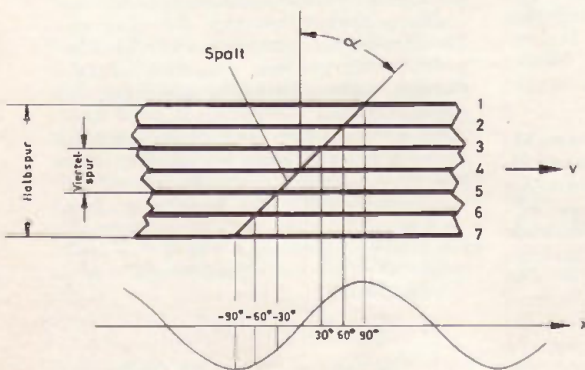
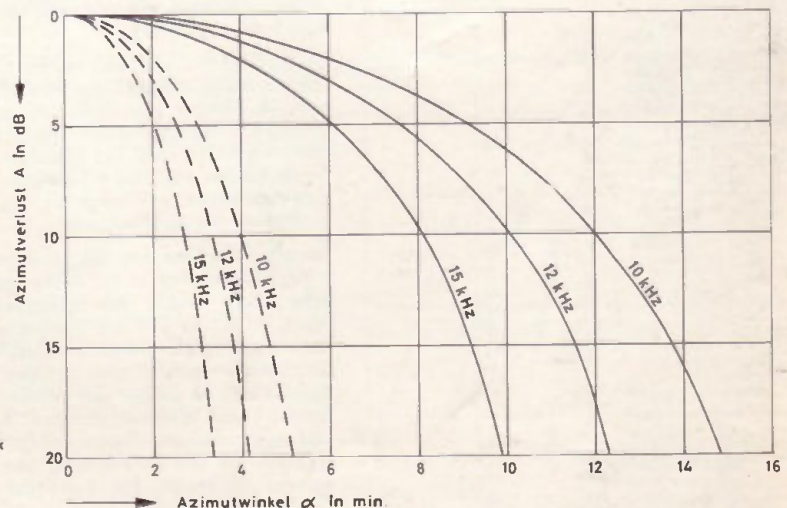

Bild 6 Orientierungsschema für schiefstehenden Spalt (Erläuterungen im Text)
Bild 7 Azimutverluste als Funktion des Azimutwinkels bei 4,76 cm/sek. ————— Viertelspur (1 mm breit) - - - - - Halbspur (3 mm breit)
Es lohnt sich, den Aussagegehalt von Gleichung (2) einmal zu veranschaulichen, weil hier oft Fehlschlüsse gezogen werden. In Bild 6 sei ein über die ganze Bandbreite homogen und genau senkrecht zur Laufrichtung  $v$  mit einer Frequenz  $f$  magnetisiertes Band vorgegeben; um schwierige Integralbildungen zu vermeiden, denken wir uns die über die Bandbreite kontinuierlich verteilte Magnetisierung auf die diskreten, äquidistanten, unter sich völlig gleichen und gleichphasigen Flußröhren 1 bis 7 konzentriert; zwischen den Flußröhren sei keine Magnetisierung vorhanden. Jede Flußröhre liefert beim Abtasten mit der Geschwindigkeit  $v$  die Spannung  $\sin x$ .
Exakte Zahlen über Azimutverluste können Bild 7 entnommen werden, aus dem gleichzeitig hervorgeht, wie außerordentlich kritisch die Azimuteinstellung für breite Spuren und kleine Bandgeschwindigkeiten wird: bei einem Azimutwinkel von 4 Minuten hat eine 10-kHz-Viertelspuraufzeichnung knapp 1 dB eine Halbspuraufzeichnung dagegen 10 dB Verlust.
Die in Bild 6 schematisierten Verhältnisse entsprechen bei 10 kHz und 4,76 cm/sek. einem wirklichen Azimutfehler von 2,7 min. Durch Vergleich mit Bild 7 erkennt man zwar, daß die wirklichen Verhältnisse etwas günstiger liegen als bei dem Gedankenexperiment mit diskreten Flußröhren; man muß sich aber darüber klar sein, daß wir es hier mit der Größenordnung einer Winkelminute zu tun haben, d. h. mit  $3 \cdot 10^{-4}$  im Bogenmaß und daß eine schiefe Ebene von 1 min z. B. eine Erhebung von 30 cm auf 1 km Länge hat.